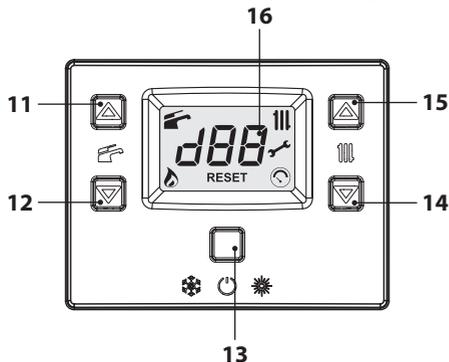
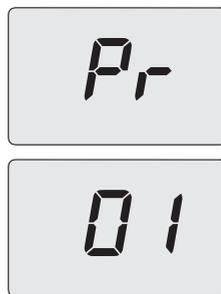
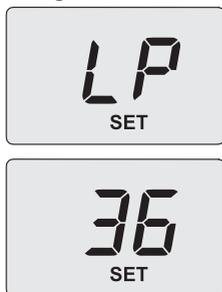

Figura 9.7
Figura 9.8
Figura 9.10
- Entrare in "modalità programmazione" premendo contemporaneamente per 10 secondi i tasti 13-14-15 (Figura 9.7) fino a far apparire sul display LCD le lettere **Pr** che si alternano al numero del parametro **01**, indicanti l'entrata nel "parametro 01" (Figura 9.8).
- Scorrere i vari parametri utilizzando i tasti 14 o 15 (Figura 9.7) fino a far apparire sul display LCD le lettere **Pr** che si alternano al numero del parametro **09**, indicanti l'entrata nel "parametro 09" (Figura 9.9).
- Utilizzando i tasti 11 o 12 (Figura 9.7) è possibile scorrere i vari valori di regolazione.
- Selezionare il parametro 1, premere il tasto 13 (Figura 9.7) per confermare. Sul display appare **LP** alternato alla temperatura minima sanitaria (Figura 9.10).
- Per uscire, premere il tasto 13 (Figura 9.7) e togliere alimentazione elettrica.